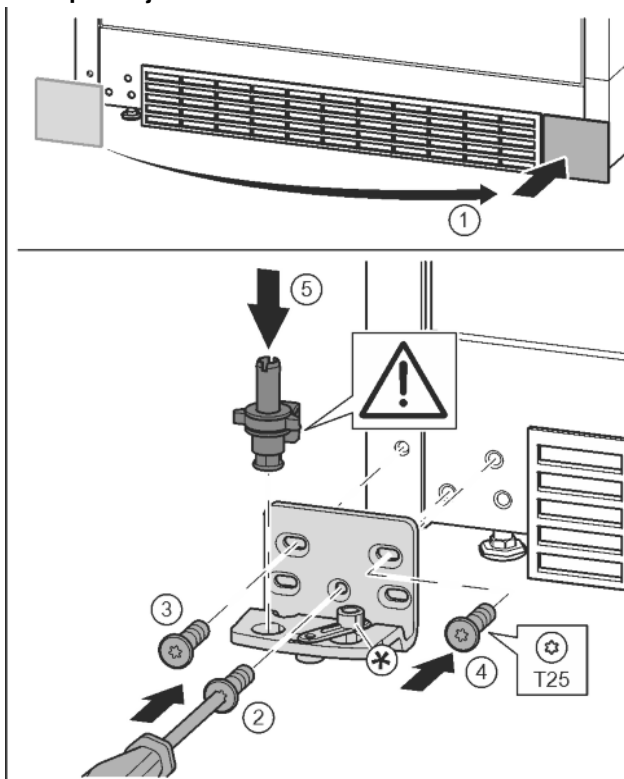

Fig. 17
- ▶ Sejměte kryt a připevněte jej na druhé straně. Fig. 17 (1)
- ▶ Nasad'te stojan ložiska na druhé straně a přišroubujte pomocí šroubováku T25. Začněte šroubem 2 dole uprostřed. Fig. 17 (2)
- ▶ Pevně utáhněte šroub 3 a 4. Fig. 17 (3, 4)
- ▶ Zcela vložte ložiskový čep. Přitom dávejte pozor, aby zajišťovací vačka směřovala dozadu. Fig. 17 (5)